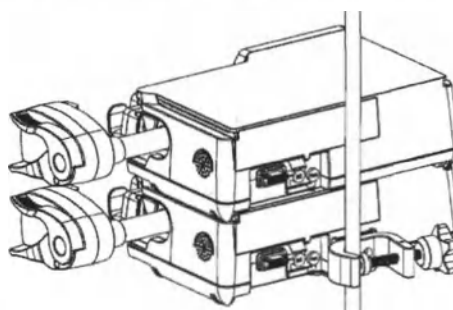

Рис. 11. Крепление блока насосов на инфузионной стойке.
3. Закрепите блок из 2-х насосов на инфузионной стойке как показано на рис. 11.